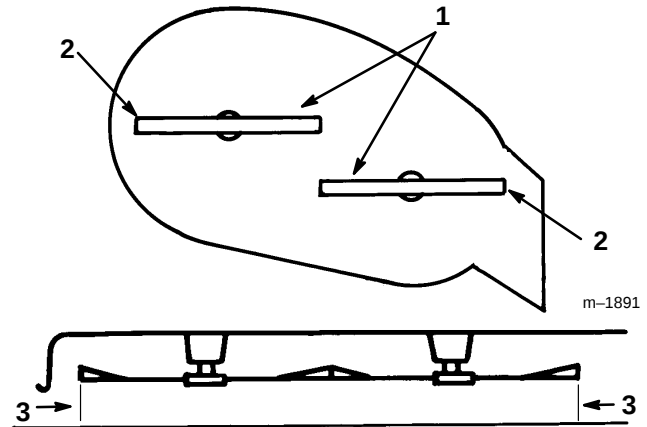

Abbildung 48
4. Vorsichtig die Schnittmesser von einer Seite zur anderen drehen (Abb. 48). Den Abstand zwischen den äußeren Schneidkanten und der ebenen Oberfläche messen (Abb. 48). Wenn beide Meßwerte nicht innerhalb von 5 mm (3/16") liegen, ist eine Einstellung erforderlich. Siehe Schritte 5 und 6.